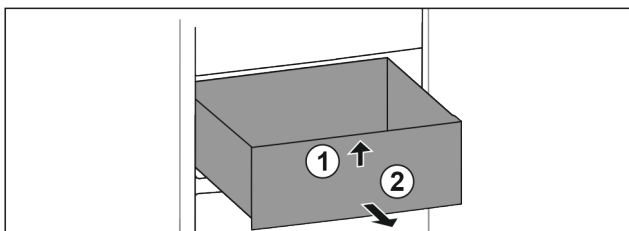

Fig. 28
- Schubfach vorne anheben. Fig. 28 (1)
- Schubfach nach vorne entnehmen. Fig. 28 (2)